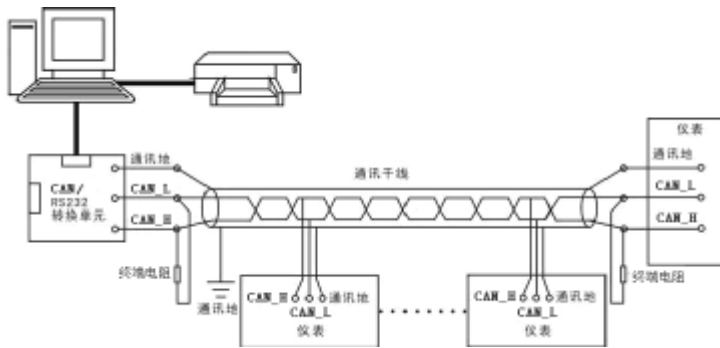

图 29 CAN 通讯接线方法
- ◆ 本带打印无纸记录仪的 CAN 通讯线采用屏蔽双绞线，其一端通过 RS-232/CAN 转换模块接到计算机的串行通信口，另一端接到记录仪通讯端子，其连接方式如图 29 所示：